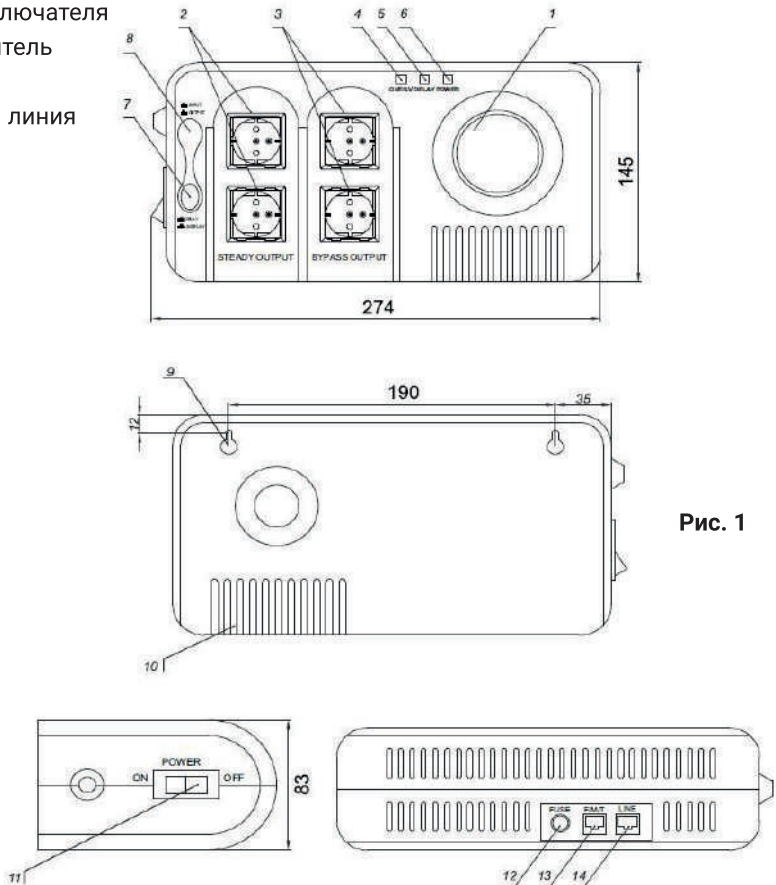

Рис. 1
Для включения изделия необходимо подключить его к питающей сети 220В и установить кнопку выключателя (11, рис. 1) в положение «вкл». При этом должен загореться световой индикатор питания (6, рис. 1). Далее идет процесс тестирования сети - в течение нескольких секунд. Прибор готов к работе.
Расположенный на передней панели вольтметр в зависимости от положения кнопки 3 рис. 1 отображает значение входного или выходного напряжения.
4. Установить Выключатель «СЕТЬ» в положение «Вкл.» на 6 секунд. Индикатор выходного напряжения должен показывать 220В (1,рис.1).
5. Установите Выключатель в положение «Выкл» (11,рис.1).
9. При нажатой кнопке «Задержка» (7,рис. 1) отображается обратный отсчет времени задержки от 255 до 0 сек.